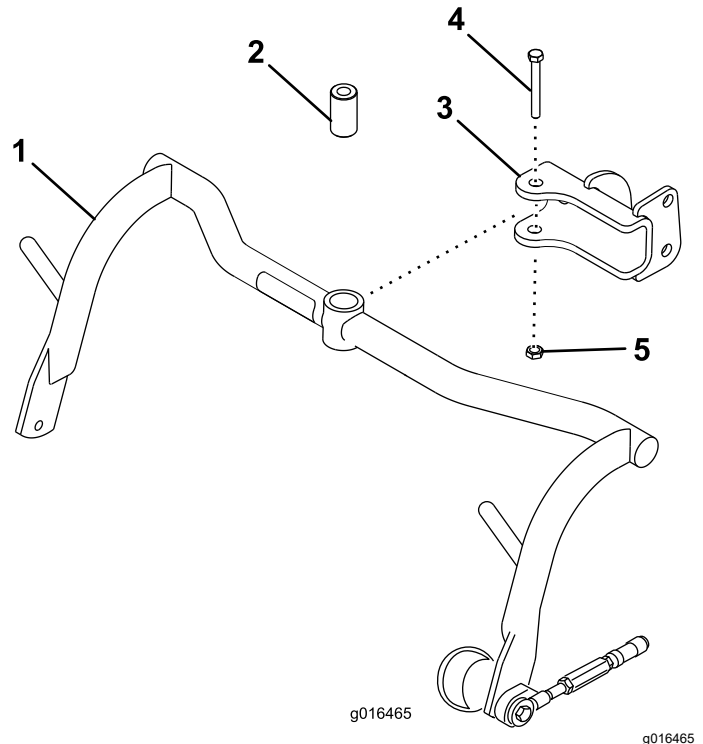

Рисунок 5
1. Закрепите узел несущей рамы в каждой вилке, используя проставку, болт (½ x ¾ дюйма) и контргайку (½ дюйма); см. Рисунок 5.